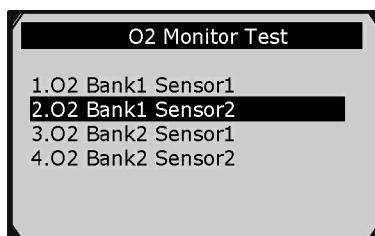

Рисунок 5-23
3) С помощью кнопок прокрутки вверх/вниз выберите датчик кислорода в меню **O2 Monitor Test [Проверка монитора кислорода]**, а затем нажмите кнопку **OK**. См. рисунок 5-23.